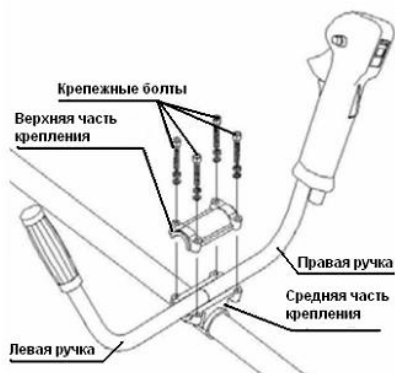

Рисунок 2
- Закрепите верхнюю и среднюю части крепления с помощью болтов (рисунок.2).